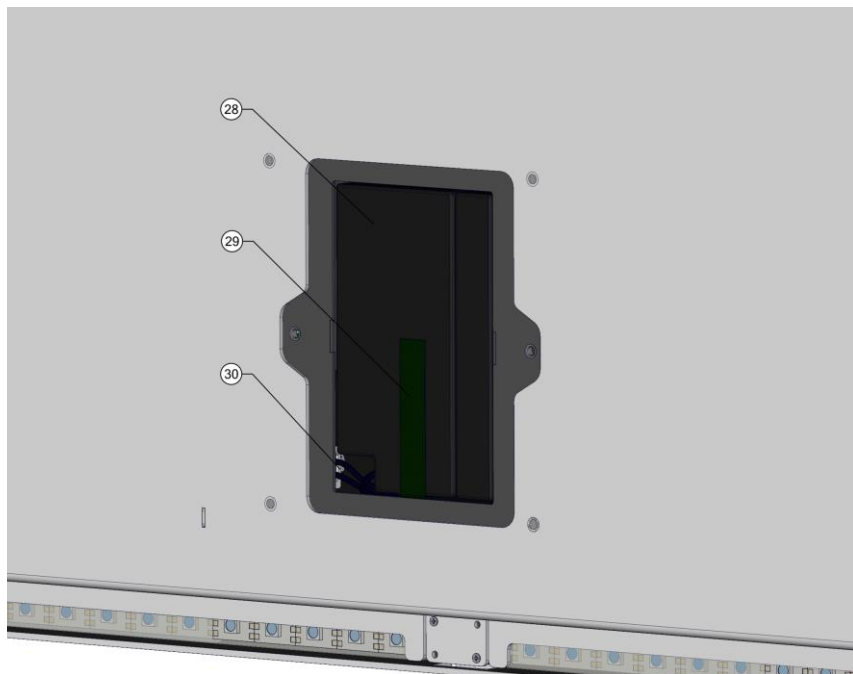
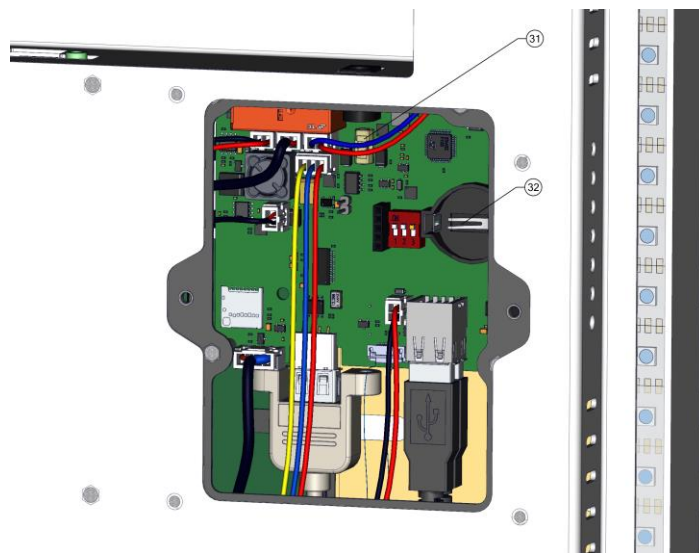
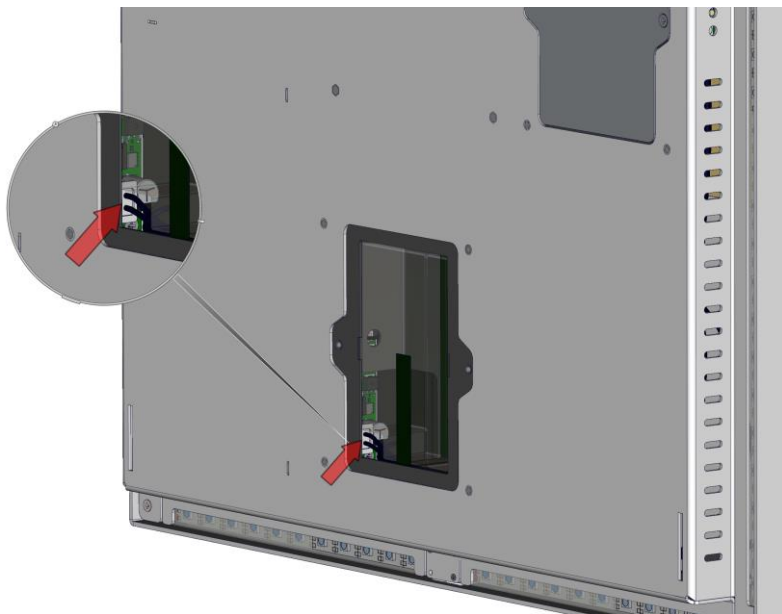

Рисунок 9.1.3 Схема расположения компонентов под люком
Рисунок 9.3.3
Рисунок 12.1 Разъем АКБ
После того, как АКБ будет извлечен из ниши устройства, необходимо отсоединить разъем кабеля питания АКБ (поз.30 рис. 9.1.3).
2. Перед включением устройства, необходимо подключить АКБ и установить плоскую батарейку на плату управления. Для этого необходимо открутить крышку люка АКБ (поз.12 рис.8.1.3), снять АКБ, подключить разъем питания АКБ ( поз. 30 рис.9.1.3), а также установить батарейку на ее посадочное место (поз.32 рис. 9.3.3), батарейка прилагается в комплекте. Алгоритм снятия люка АКБ (поз.12 рис.8.1.3) и АКБ описан в пункте по замене АКБ (стр.23). Алгоритм по снятию люка платы управления (поз.11 рис. 8.1.3) описан в пункте по замене предохранителя (стр.27). Разъем АКБ в плате изображен на рис.12.1